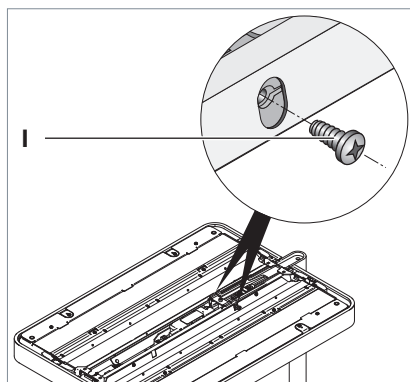

Fig. 6: Fissaggio della testa dell'apparecchio d'illuminazione.
- Fissare la testa dell'apparecchio avvitando e stringendo le due viti di fissaggio **I**, vedi Fig. 6.